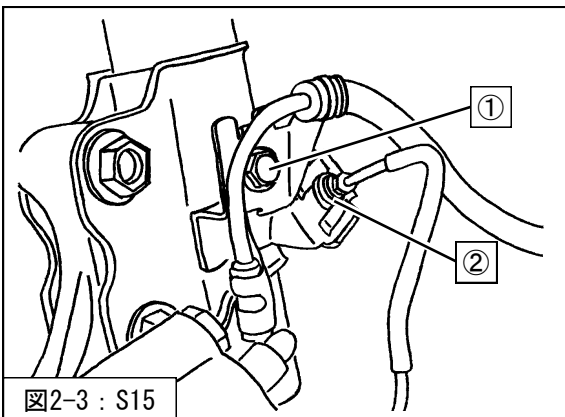
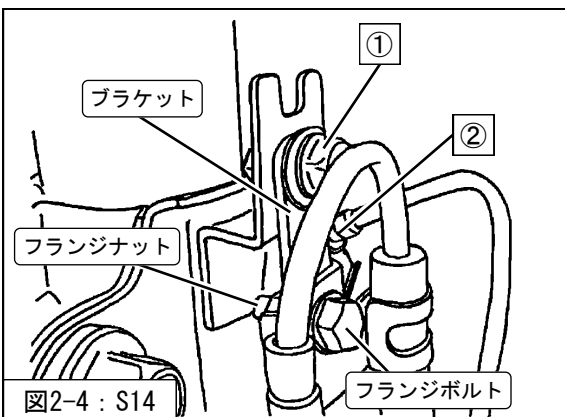

図2-3：S15
図2-4：S14
- 3. ②ブレーキホース取付クリップを取付けてください。(図2-3・図2-4)
①ABSセンサハーネス取付ボルト (締付トルク：18～23N・m)
を取付けてください。(図2-3)
を取付けてください。(図2-4)
(図2-4)